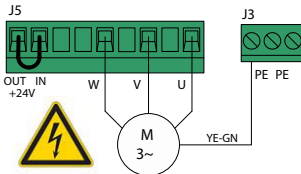

Рисунок 5. Подключение электродвигателя
J5	Разъем подключения электродвигателя гидравлического агрегата (рис. 5) и датчика безопасности СТОП (NC). ВНИМАНИЕ! При размыкании переключки +24 V на разъеме J5 отключается управляющее напряжение 24 В постоянного тока и блок управления не работает. Для работы блока управления контакты OUT + 24 V и IN + 24 V должны быть замкнуты (NC).